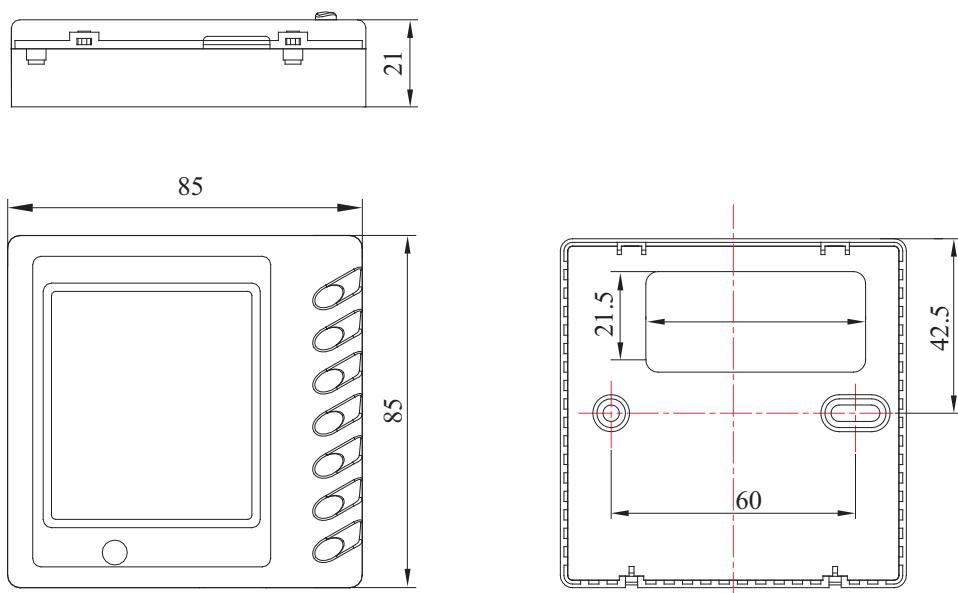

Рис. 7.11
7.5.3.2 Габаритные и установочные размеры пульта Z60351F (Z63351F) (Рис. 7.11).